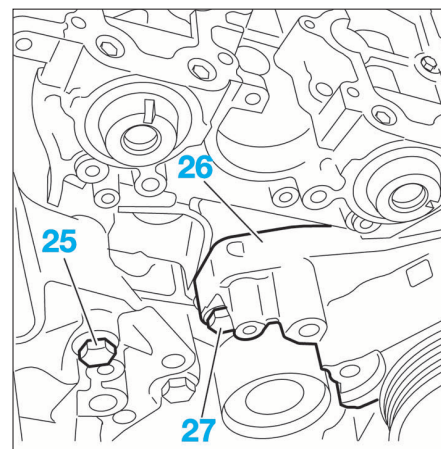

FIG. 77
- Déposer les vis (25) et (27) (Fig.77).